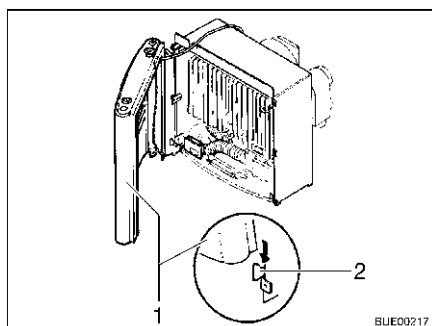

Fig. 79 Copertura del riscaldamento, passanti di sostegno
- Montare la copertura del riscaldamento. Collocare la copertura (Fig. 79,1) sui passanti di sostegno inferiori (Fig. 79,2).